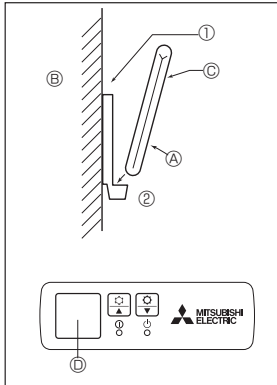
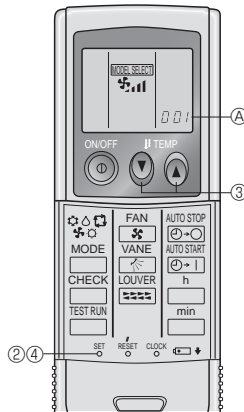

Fig. 6-2
Fig. 6-3
2) Aufstellverfahren (Fig. 6-2)
- ① Die Halter der Fernbedienung mit zwei Blechschrauben am gewünschten Ort anbringen.
- ② Die Unterseite der Fernbedienung in den Halter einsetzen.
3) Einstellung (Fig. 6-3)
- ① Batterien einlegen.
- ② SET-Taste mit einem spitzen Gegenstand drücken. **MODEL SELECT** blinkt und die Modellnummer leuchtet.
- ③ Temp- \odot \odot -Taste zum Einstellen der Modellnummer drücken. Bei einem Fehler ist die ON/OFF \odot -Taste zu drücken und der Vorgang ab Schritt ③ zu wiederholen.
- ④ SET-Taste mit einem spitzen Gegenstand drücken. **MODEL SELECT** und Modellnummer leuchten drei Sekunden lang und werden dann ausgeschaltet.